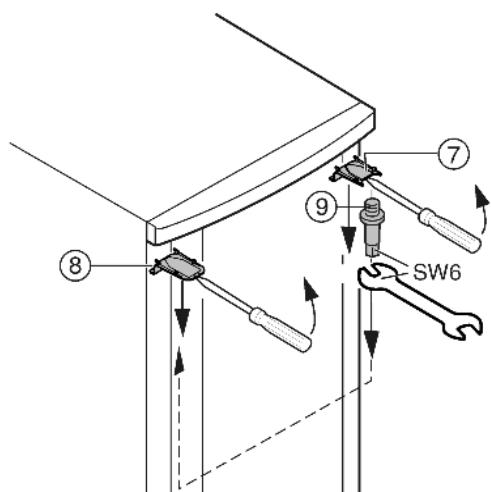

Fig. 6
- Odstraňte kryt Fig. 6 (7) a kryt Fig. 6 (8) šroubovákom vpředu uvolněte ze západek a odstraňte pohybem šikmo směrem dolů.
- Vyšroubujte ložiskové čepy Fig. 6 (9) a na protější straně zašroubujte silou (**4 Nm**).
- Namontujte opět kryt Fig. 6 (7) na straně ložiskového čepu: vzadu nasadte, vpředu nechte zaskočit do západek.
- Namontujte opět kryt Fig. 6 (8) na protější straně: vzadu nasadte, vpředu nechte zaskočit do západek.
- Zavěste dveře nahoru do ložiskového čepu Fig. 6 (9).